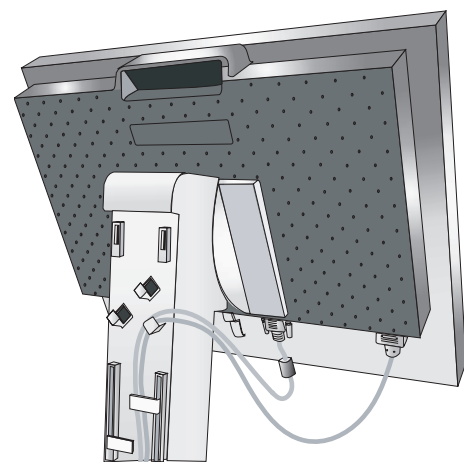

Figura C.2
5. Para mantener los cables bien ordenados, colóquelos en el sistema de conducto para cables incorporado en el soporte. Coloque el cable D-Sub (no se incluye en Europa) y el cable de alimentación en los corchetes correspondientes, como se indica (**figura C.2**).